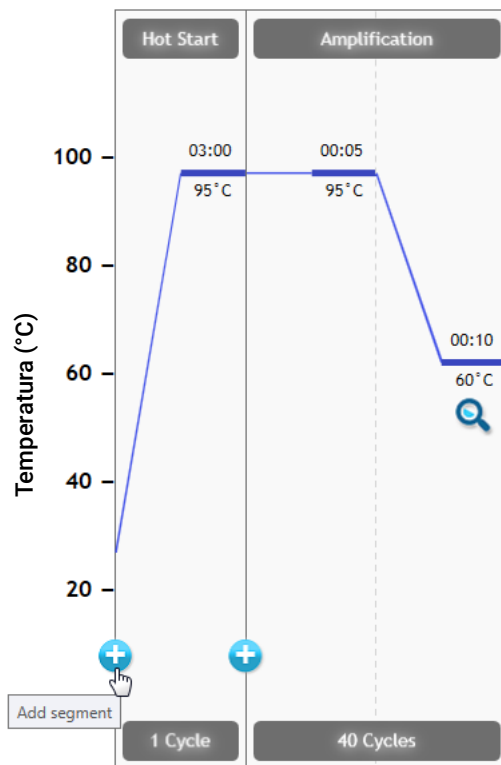

Figura 5 Añadir un nuevo segmento en la pantalla Aria Thermal Profile
- a En la pantalla, sitúe el cursor sobre el segmento de arranque en caliente. Haga clic en el icono + (como se muestra en **Figura 5**) que aparece en la parte izquierda del segmento de arranque en caliente.